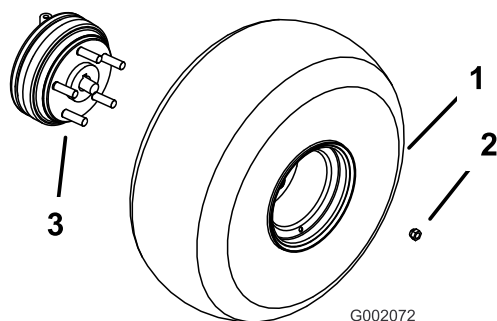

Figura 3
3. Monte las ruedas usando las fijaciones que retiró anteriormente (Figura 3) y apriételas a 61–88 N-m.